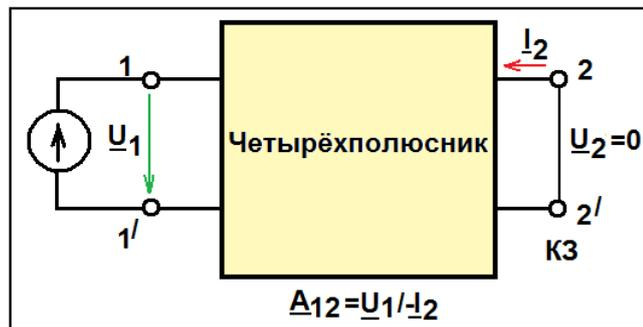

Рисунок. 6
– величина, обратная передаточной проводимости при замкнутых выходных зажимах (рис. 6).